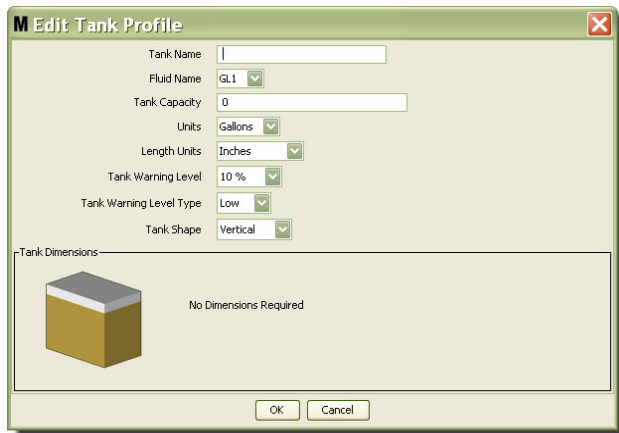

FIG. 73
3. È visualizzata la schermata Edit Tank Profile (Modifica profilo serbatoio) mostrata nella FIG. 73.